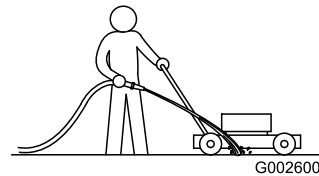

Bild 18
3. Lassen Sie den Motor bei eingekuppeltem Messer laufen und sprühen Sie Wasser vor das **rechte Hinterrad** (**Bild 18**).